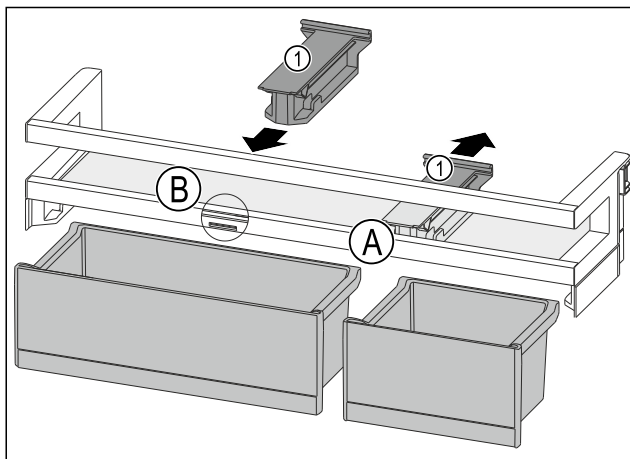

Fig. 107
- ▶ 将定位件 Fig. 107 (1) 向后拉至位置 Fig. 107 (A)。
- ▶ 将定位件 Fig. 107 (1) 插入至位置 Fig. 107 (B)。